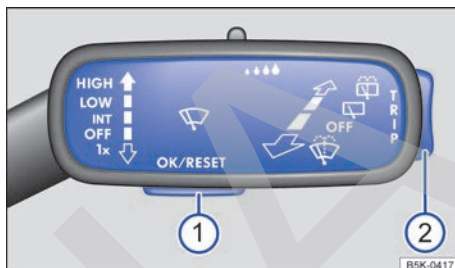

Fig. 66 En el lado derecho de la columna de dirección: teclas de la palanca del limpiacristales (vehículos sin volante multifunción).
Mientras haya una advertencia con prioridad 1 → pág. 59, no se podrá acceder a ningún menú. Algunas advertencias se pueden confirmar y ocultar con la tecla → fig. 66 **1**.
- Si se muestra un mensaje o el pictograma de un vehículo, pulse la tecla → fig. 66 **1**, dado el caso varias veces.
- Para visualizar los menús → pág. 65 o para volver a la selección de menús desde un menú o desde una indicación informativa, mantenga pulsada la tecla basculante → fig. 66 **2**.
- Para abrir el menú o la indicación informativa que se muestre, pulse la tecla → fig. 66 **1** o espere algunos segundos hasta que el menú o la indicación informativa se abra automáticamente.
- En el menú visualizado, pulse la parte superior o inferior de la tecla basculante → fig. 66 ② hasta marcar la opción de menú deseada. La opción aparece enmarcada.
- Pulsando la tecla → fig. 66 ①, realice la modificación deseada. Una marca indica que la función o el sistema en cuestión están activados.